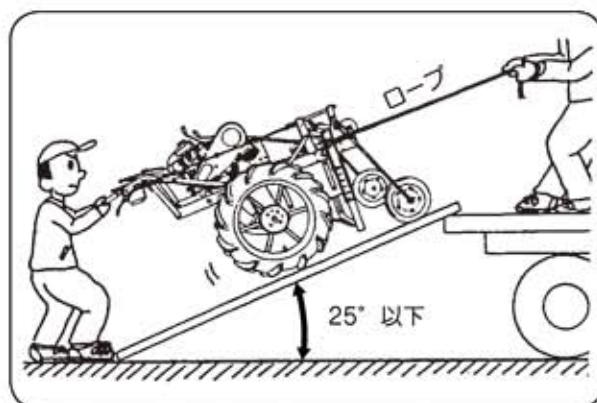

図13
- 1) 車への積み降ろしはアユミ板の角度が25°以上急傾斜にならない丈夫な板を使用してください。(図13)